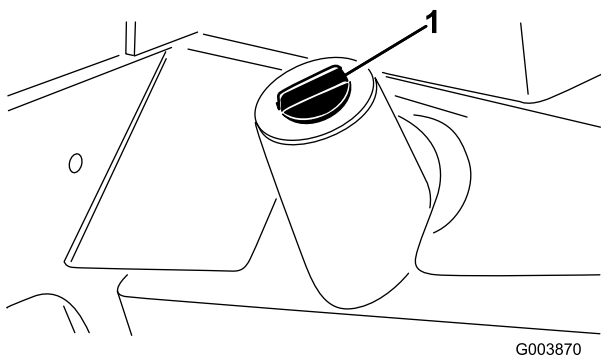

Bild 28
2. Reinigen Sie den Bereich um den Einfüllstutzen und den Deckel des Hydraulikölbehälters (Bild 28).